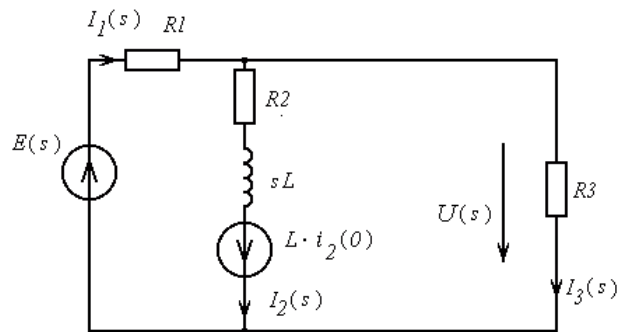

Рисунок 4.68
2. Составляем операторную схему замещения (рисунок 4.68) при условии что ключ "к" в электрической цепи (см. рисунок 4.32) замкнут